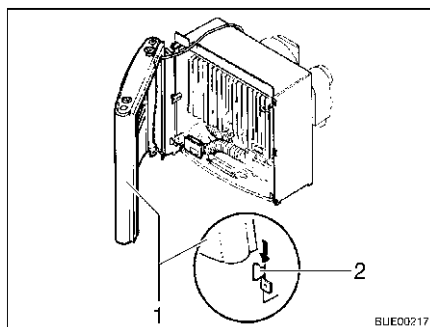

Fig. 127 Copertura del riscaldamento, passanti di sostegno
- Montare la copertura del riscaldamento. Collocare la copertura (Fig. 127,1) sui passanti di sostegno inferiori (Fig. 127,2).